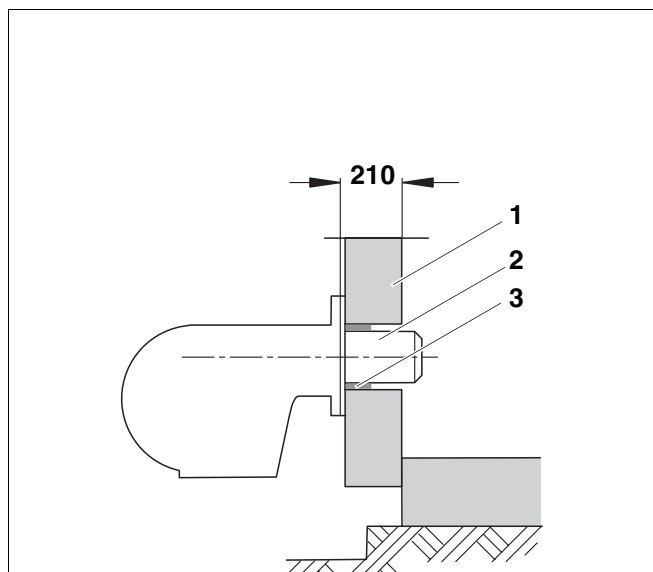

Fig. 22 Montering af brænder
Mellemløbet mellem brænderrøret (fig. 22, **pos. 2**) og varmebeskyttelsen (fig. 22, **pos. 1**) skal tætnes på opstillingsstedet med de medfølgende isoleringsringe (fig. 22, **pos. 3**)!